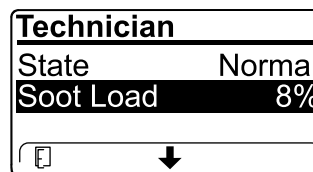

Figure 35
- Regardez la charge de suie qui est mesurée en pourcentage de suie dans le FAP (**Figure 35**); voir le tableau de charge de suie.